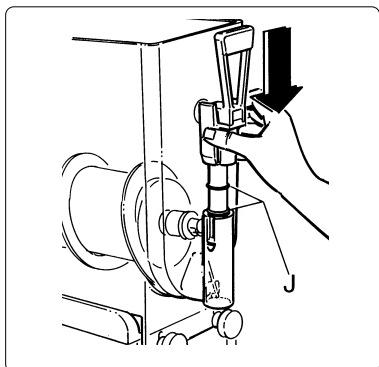

Fig. 18
- h) Remontez le robinet sans oublier d'enduire de la graisse de vaseline sur les joints (J) pour faciliter le glissement du robinet dans son propre logement jusqu'à son introduction complète (voir la fig. 18).